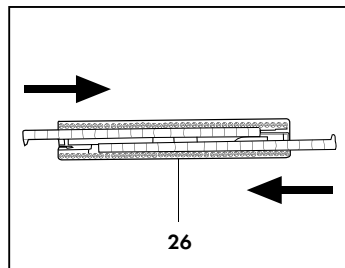

Fig. 15
Per il montaggio del telaio setolato per moquette e tappeti (26), inserire nelle apposite guide le spazzole rigide con le linguette rivolte all'interno (Fig. 15).